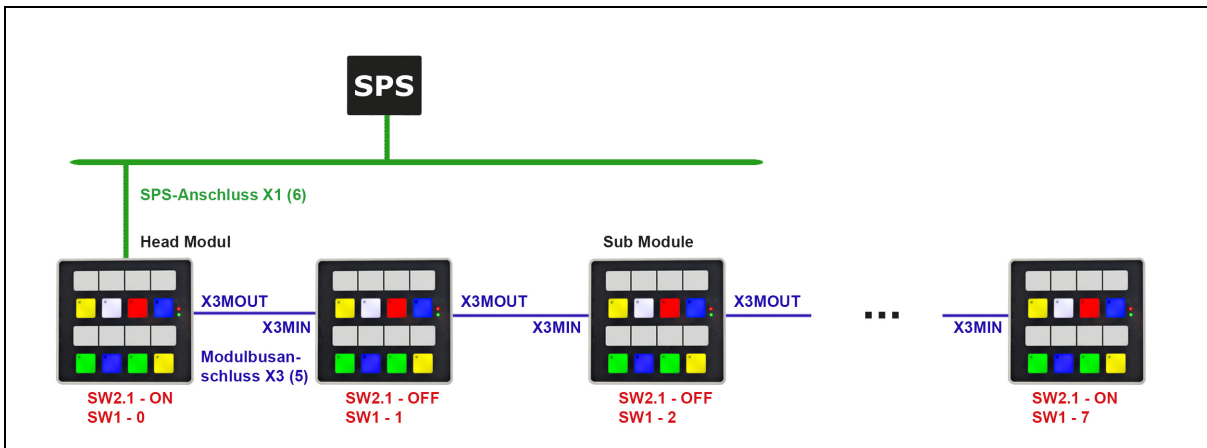

Abb. 4.5: Anschluss der Sub Module. Die maximale Kabellänge für den Modulbus beträgt 9 m.
(wird nur am Head Modul und am letzten Sub Modul auf „ON“ gestellt. Bei allen anderen Modulen steht er auf „OFF“ (siehe Abb. 4.5).
*gilt nur für das Head Modul und das letztes Sub Modul (siehe Abb. 4.5)*
Sub Module 1 bis 7 (siehe Abb. 4.5)
- => Schliessen Sie die Bedienmodule als Sub Module für die lokale Unterstruktur an den Modulbusanschluss, wie in Abb. 4.5 dargestellt, an.
- => Stellen Sie den DIP-Schalter SW2.1 (3) ein, wie in Abb. 4.5 dargestellt.
- => Stellen Sie den Codierschalter SW1 (4) ein, wie in Abb. 4.5 dargestellt.
Wie Sie in Abb. 4.5 sehen, wird das Head Modul direkt an die Steuerung angeschlossen.